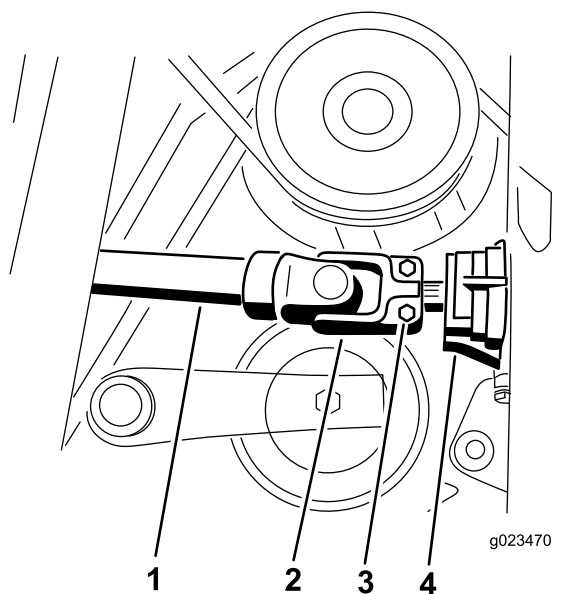

Figura 10
8. Deslice el eje motor sobre el eje de la caja de engranajes (Figura 10).